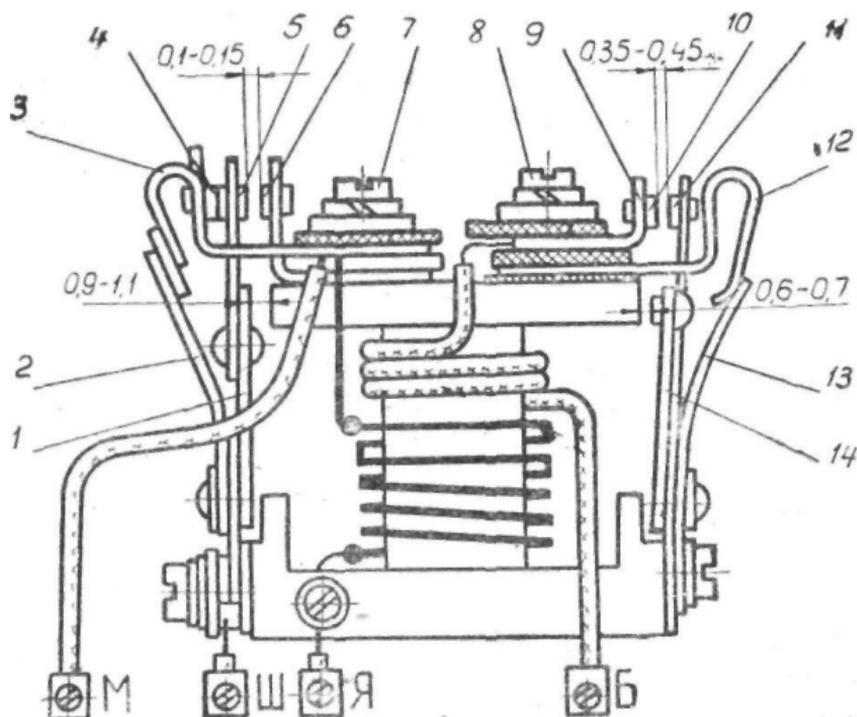

Рис. 42. Реле-регулятор ИЖ-55 сб. 32.
• Если напряжение выходит из требуемых пределов, то сначала следует зачистить контакты стальной пластиной 0,05—0,1 мм. Контакты реле изготовлены из серебра и легко обрабатываются. Применять для зачистки контактов наждачную или стеклянную бумагу недопустимо. Зачистку можно производить только при неработающем двигателе. Если она не дала положительных результатов, проверяют зазоры между вибратором / (рис. 42) и верхней пластиной электромагнита, а также между контактами 5 и 6. Зазор устанавливается следующим образом: между вибратором / и пластиной электромагнита вставляют щуп толщиной 1 мм и усилием руки прижимают вибратор к пластине. В этот момент зазор между контактами 5 и 6 должен быть в пределах 0,1—0,15 мм (проверяется вторым щупом). Если ве-